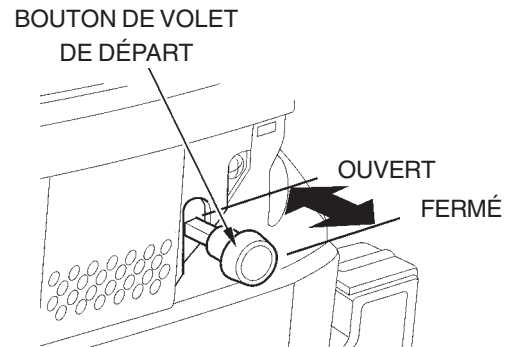

Figure 10. Bouton de volet de départ
5. Pour faire démarrer un moteur froid, tirer sur le bouton du volet de départ (figure 10) pour l'amener à la position **fermée**. Par temps chaud ou lorsque le moteur est chaud, l'appareil peut démarrer avec le volet de départ à moitié ou complètement **ouvert**.